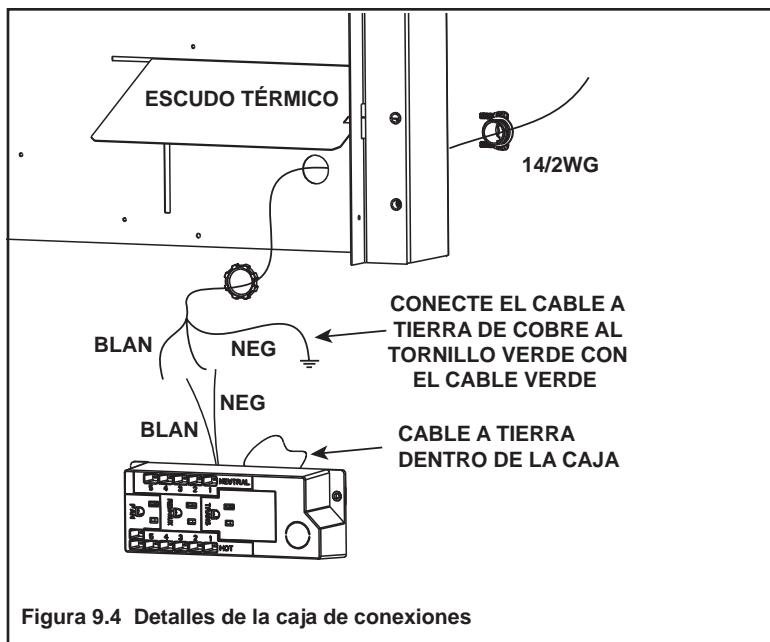

Figura 9.4 Detalles de la caja de conexiones
- Quite el tornillo que sostiene la caja de conexiones al envoltorio exterior, gire la caja de conexiones hacia adentro para desmontarla (consulte la Figura 9.4).